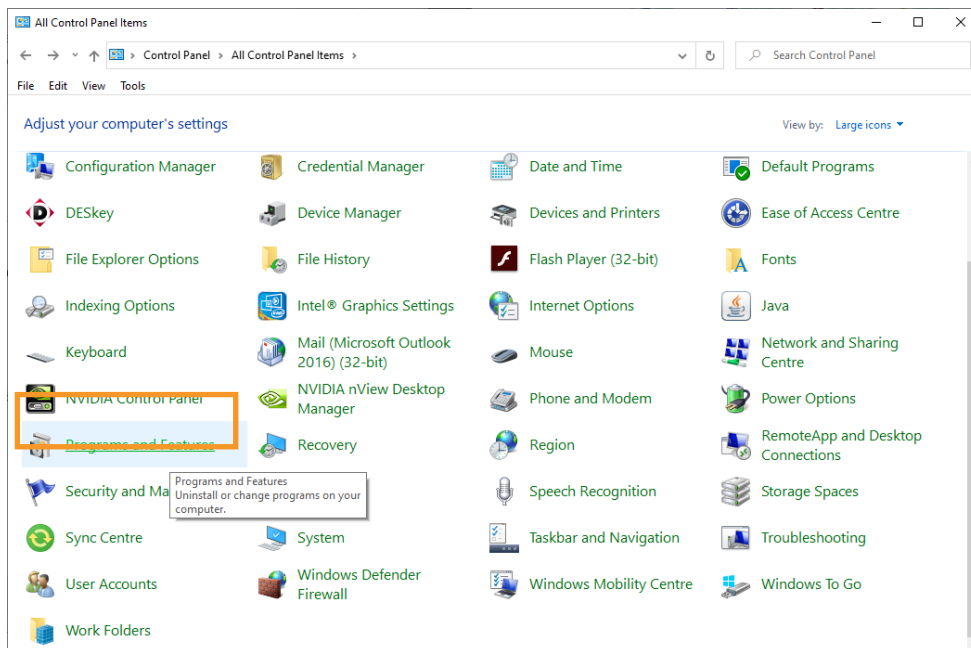

Figure 26 Panneau de configuration Windows – Programmes et fonctionnalités
2. Accédez au panneau de configuration de Windows et sélectionnez **Programs and Features** (Programmes et fonctionnalités) (voir la Figure 26).